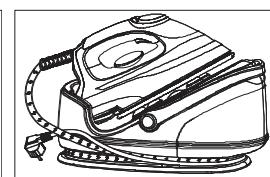

Fig.14
3. Platzieren Sie das Bügeleisen auf der Basisstation und wickeln Sie den Schlauch gefaltet gegen den Uhrzeigersinn um die Einkerbung. Klippen Sie den Klipser am Stromkabel an die Lasche des Schlauches und wickeln Sie dann das Stromkabel um die Einkerbung und legen Sie den Stecker durch die Lasche im Schlauch so wie in Fig. 14